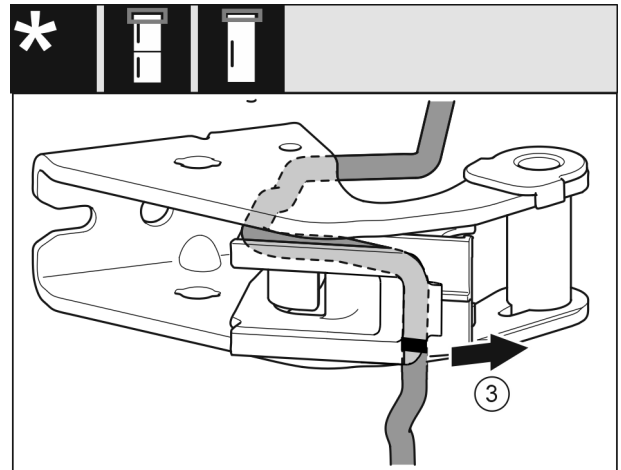

Fig. 25
- ▶ Démontez le câble du support de palier avec le support de câble Fig. 25 (3).